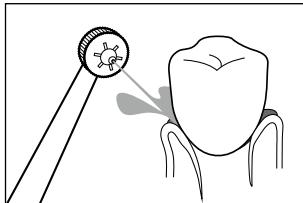
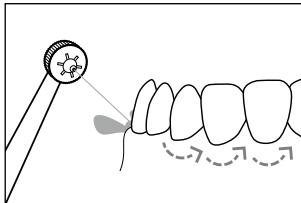

Fig. 8
Fig. 9
- Encienda la pieza manual ⑤ con el cabezal ya dentro de la boca para evitar salpicaduras.
- ◆ Para encender la pieza manual ⑤, ajuste el interruptor de encendido/apagado **I/O** del chorro de agua ④ situado en la pieza manual ⑤ en **I**.
- ◆ Para la limpieza, dirija el chorro de agua hacia los espacios interdentales y los bordes de los dientes. Sostenga el cabezal ② de forma que el chorro de agua pueda eliminar los restos de comida de la encía (consulte la fig. 8). Mueva el cabezal ② lentamente a lo largo de los bordes de los dientes de un espacio interdental al siguiente (consulte la fig. 9). Limpie de esta manera todas las caras exteriores e interiores de los dientes.